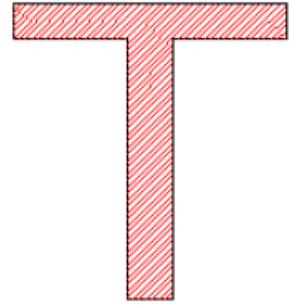

Рис. 3-6 Градусы
**Angle:** Угол штриховки означает углы между линиями штриховки и осью X. Рис. 3-6 отображает ситуацию, когда угол составляет 45 градусов.